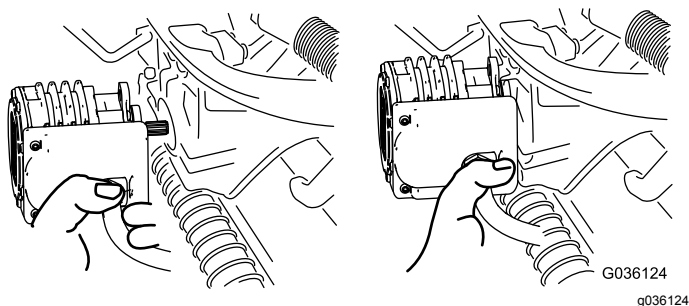

Figura 54
4. Spostate il motore in posizione di stoccaggio davanti al braccio di sospensione (Figura 54).